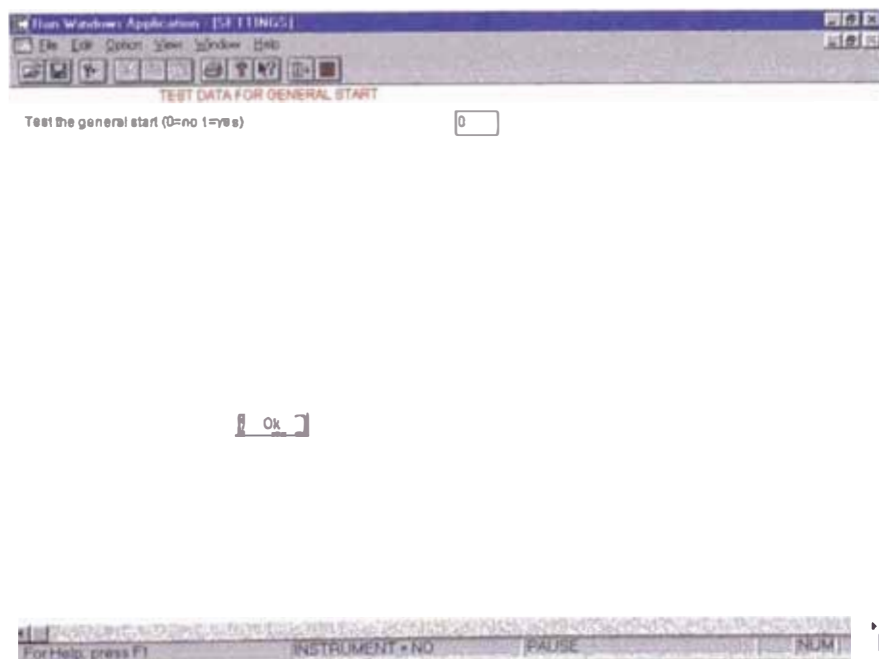

Figura IV.13.
- En la página 4 (Ver figura IV 13) se pregunta si se desea realizar la prueba de arranque general. Esta prueba no se realiza comúnmente.